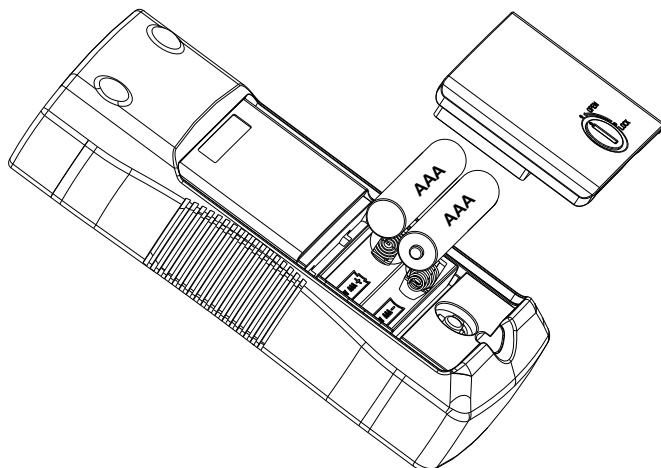

图5.2: 更换发送器电池
4. 如图 5.2 所示更换电池。观察电池槽中所示的电池电极。